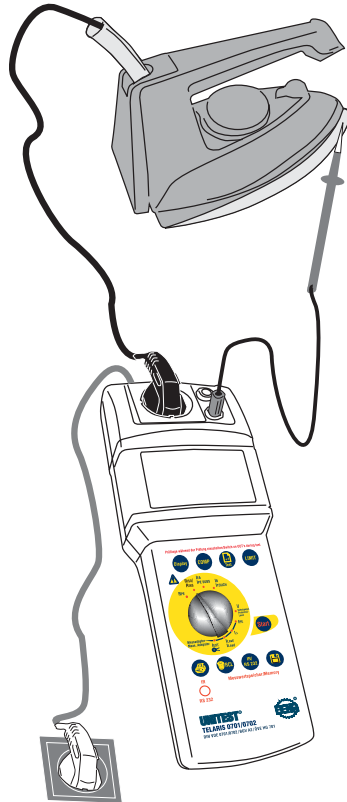

Bild 6.6: Messung des Isolationswiderstandes bei Geräten der Schutzklasse II
- ☞ Bei Geräten der Schutzklasse II oder III und berührbare leitfähige Teile von Geräten der Schutzklasse I, die nicht mit dem Schutzleiter verbunden sind, verbinden Sie zusätzlich die Buchse 'PE' (5) mit allen berührbaren leitfähigen Gehäuseteilen des Prüflings, siehe Bild 6.6.
- ☞ Die Messergebnisse können durch Drücken der Taste  (10) abgespeichert werden. Hinweise zu Speichern von Messwerten siehe Abschnitt 7.1 und 7.2.